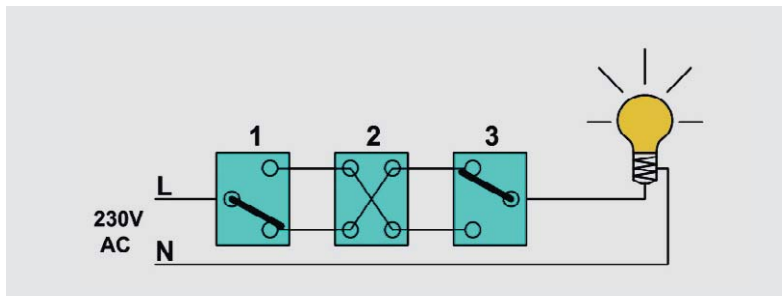

Bild 9: Klassische Kreuzschaltung
Die Kreuzschaltung (Bild 9) ist eine Schaltung, mit der ein Licht oder ein anderer Verbraucher an drei oder mehr Schalterstellen unabhängig von der jeweiligen Stellung der anderen Schalter ein- und ausgeschaltet werden kann. Eingesetzt wird sie in Fluren und Räumen mit drei oder mehr erforderlichen Schaltstellen.
Lösung 4: Wenn die vorhandene Kreuzschaltung nicht über einen Neutralleiter „N“ in den Schalterdosen verfügt, so müssen beide Wechselschalter (1 und 3 in Bild 9) und der Kreuzschalter (2) durch Homematic Funk-Wandsender, 2fach, für Markenschalter, Batteriebetrieb (4) ersetzt werden (Bild 13). Eine der abgelösten korrespondierenden Leitungen wird fest mit der speisenden Phase „L“ verbunden und bis zur Lampe durchverdrahtet (Farbgleichheit beachten!). Die andere korrespondierende Leitung wird isoliert „totgelegt“. An der Lampe selbst besteht wieder die Möglichkeit, einen Funk-Schaltaktor, Unterputz (3) zu montieren.